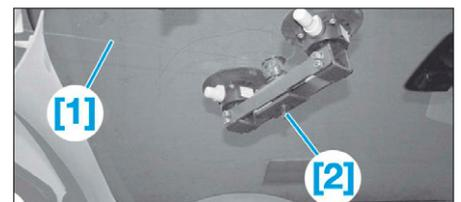

FIG. 4
- [2]. Dispositif à enrouleur avec galet pour découpe du joint (réf. 1354-AZ) (Fig.4).
- Mettre en place l'outil [2] comme indiqué (Fig.4).